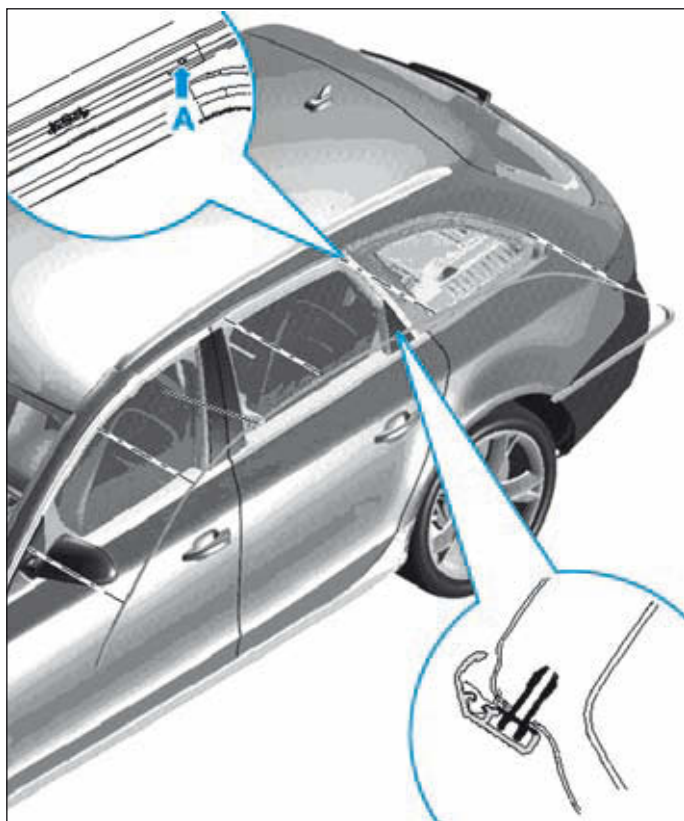

FIG.18
- Déposer la baguette du pavillon (Fig.18).